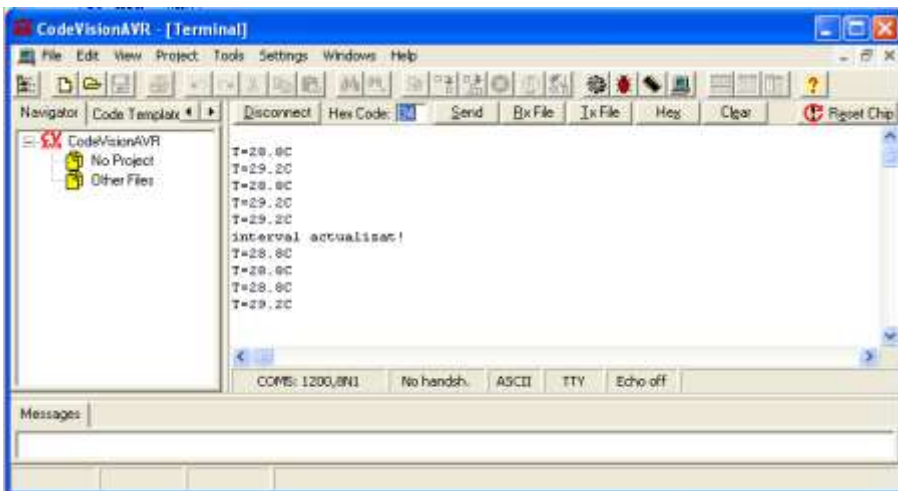

Fig. 9 Afișarea ASCII a valorilor de temperatură
3. Folosind CVAvr se setează parametrii liniei de transmisie serială (1200bps, 8 biți/caracter, 1 bit de stop, fără paritate), se conectează Terminalul și se urmăresc valorile de temperatură recepționate, ca în Fig.9.